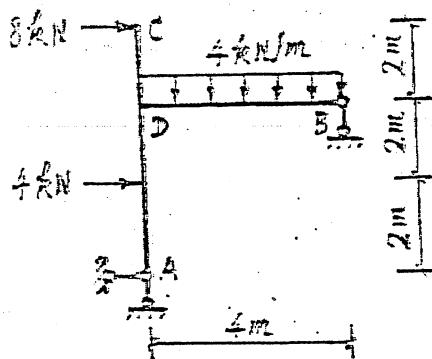

图2
2、图2所示结构中, BD杆的D端剪力 $V_{DB}=$ _____。